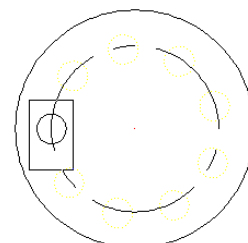

Рис. 4.4
**Шаг 1.** Обвести рамкой левую малую окружность на чертеже-задании (рис. 4.4) и щелкнуть мышью.